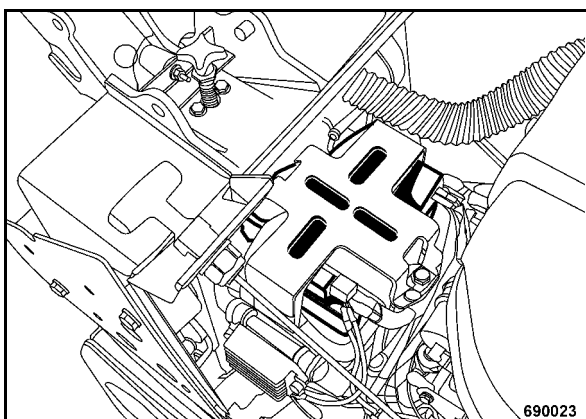

рис. 45
- Отвинтить крепление аккумуляторной батареи (рис. 45).